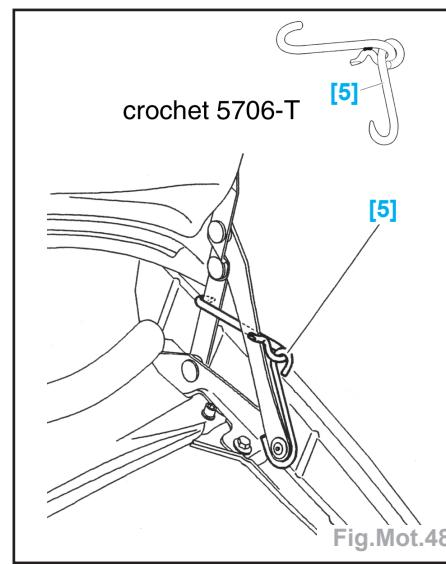

Fig.Mot.48
- Positionner le capot verticalement à l'aide de l'outil [5] (Fig.Mot.48).